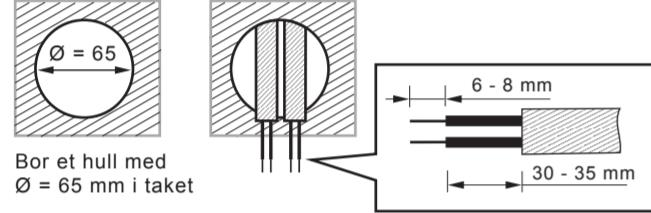

FIG.10
4.4.2.1 For å installere detektoren, kan du bore et hull med diameter på 65 mm i taket bord og holde strømledningen på utsiden. Vennligst dra av 6 - 8 mm kabelhylse for kabeltrekking (se FIG.10).